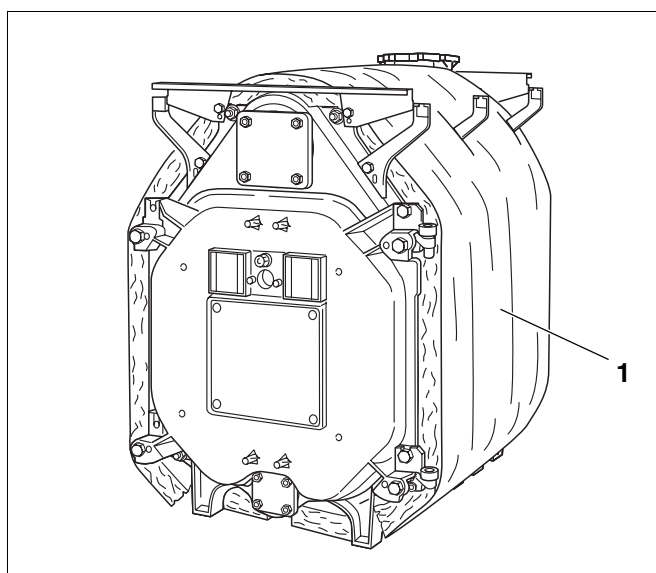
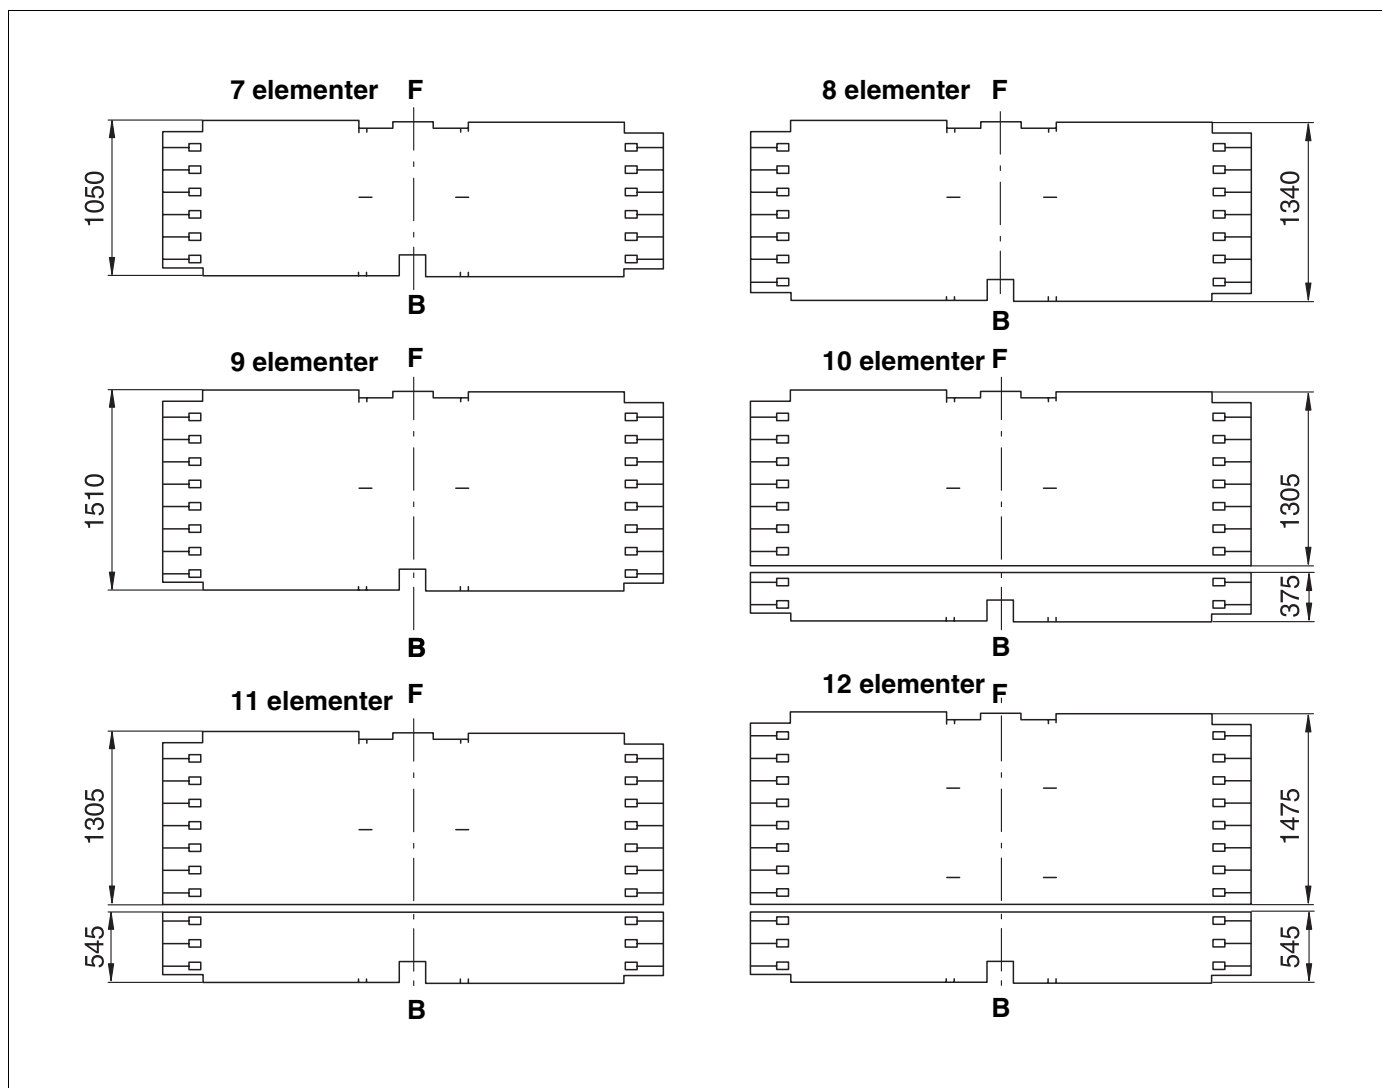

Fig. 40 Kedelblok med isolering
Fig. 41
- Den medfølgende isolering (Fig. 40, **pos. 1**) passer til kedelstørrelsen. Isoleringen skal anbringes på kedelblokken i henhold til det i Fig. 41 viste skema (tallene over isoleringen, som vises udbredt, svarer til antallet af kedelelementer).